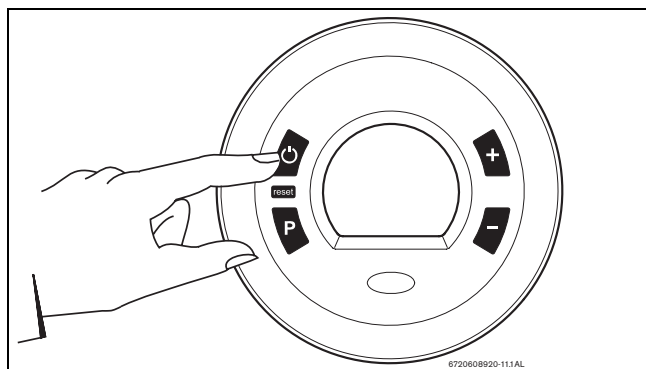

Fig. 12 Tasto di accensione/spengimento
- Premere l'interruttore principale ON/OFF (Fig. 12).
Premendo l'interruttore principale nella posizione di funzionamento (fig. 12), l'apparecchio è pronto a funzionare.